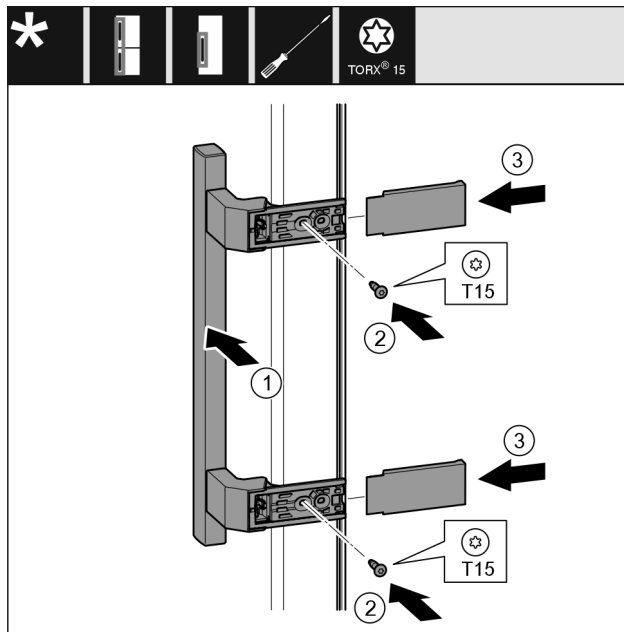

Fig. 20
- Vendosni dorezën Fig. 20 (1) në anën e kundërt.
- Mbërtheni fort vidat Fig. 20 (2) me kaçavidë.
- Vendosni kapakët mbulues Fig. 20 (3) anash dhe shtyjin.